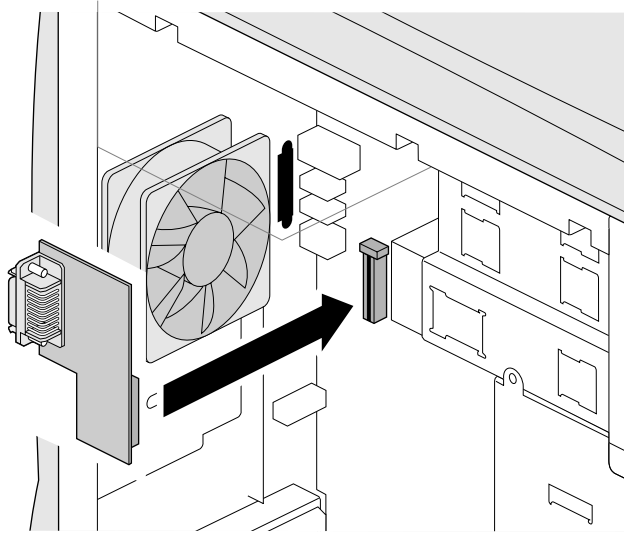

图 5-6 安装显示卡
- 对准板的位置，使下部的连接器正对系统板端口，边缘的连接器正对背板开口处（如图 5-6 所示）。